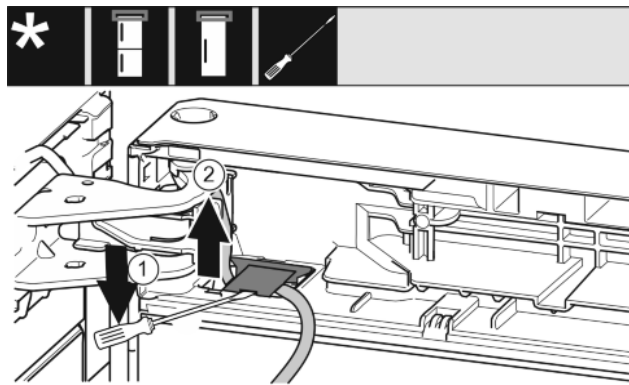

Fig. 17
- ▶ Emelje meg a fedelet lapos csavarhúzóval, és húzza ki. Fig. 17 (1)
- ▶ Húzza ki a kábelt. Fig. 17 (2)